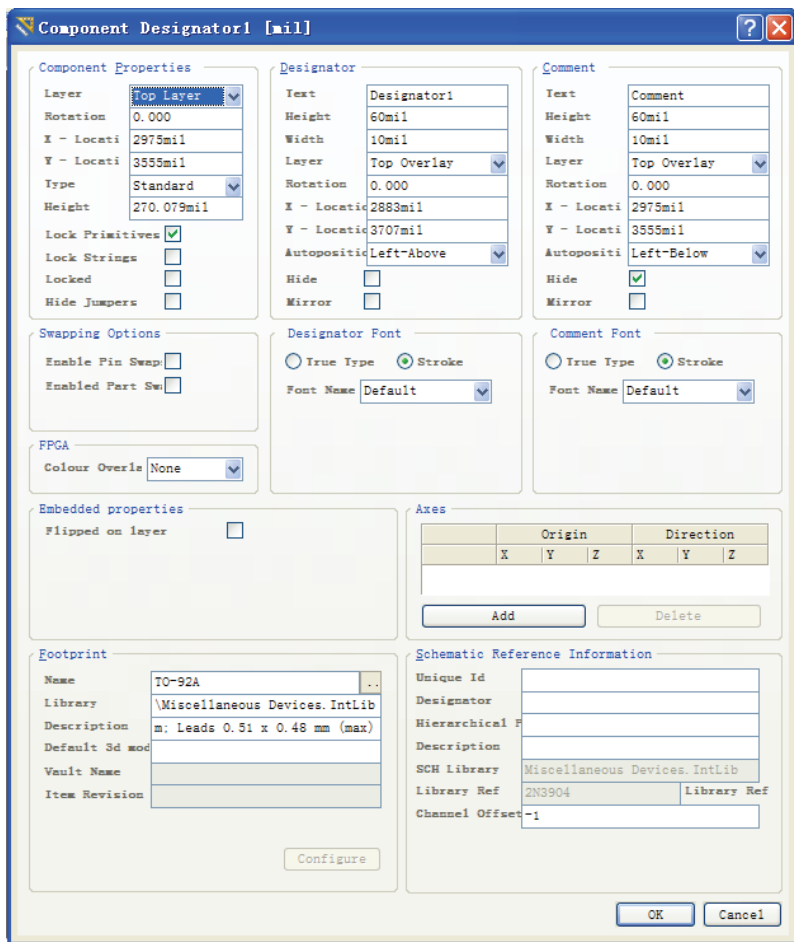

图 10-23 元件设置对话框
(4) 在此状态下,按 **[Tab]** 键,可以进入元件设置对话框,如图 10-23 所示。
在图 10-23 中可以修改元件的名称，设定元件的属性（包括封装形式、所处工作层面、坐标位置、旋转方向和锁定等）、元件序号、元件注释和元件库等参数。